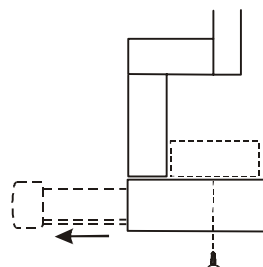

Fig. 18
- 2 Skru emhætten fast i den forreste kant iht. fig 18. Er der ikke noget at fæste i i skabets forreste kant, er det bedst at fæste en træliste i skabet, se fig. 18.